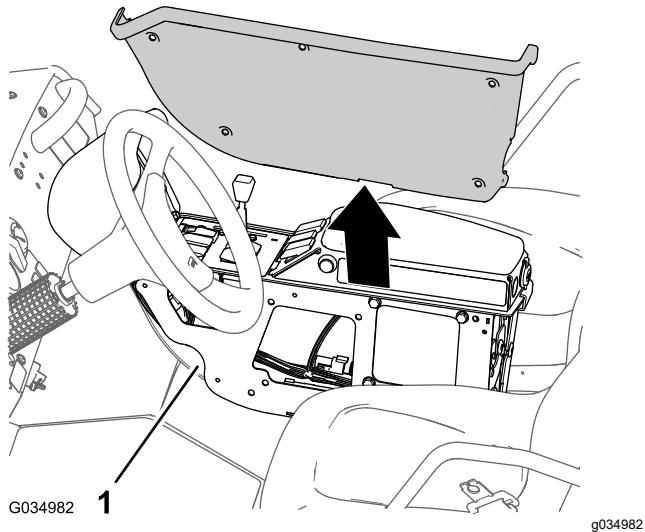

Bild 99
6. Flüchten Sie die Abdeckung, die Sie entfernt haben (Bild 99), mit der linken Seite der mittleren Konsole aus.